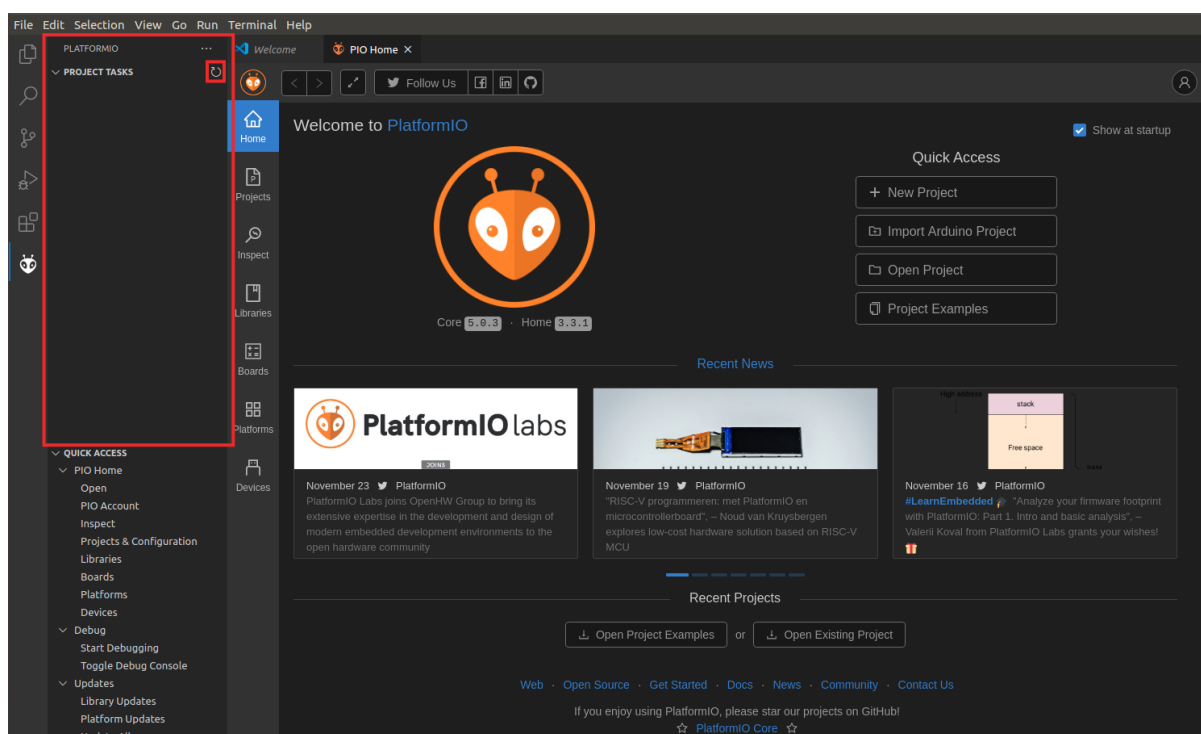

Figura 13. Janela PROJECT TASKS vazia – A atualizar
- Caso a janela Tarefas do Projeto (Project Tasks) esteja vazia (Figura 13), deverá atualizar as Tarefas do Projeto clicando em . Isso pode demorar vários minutos.